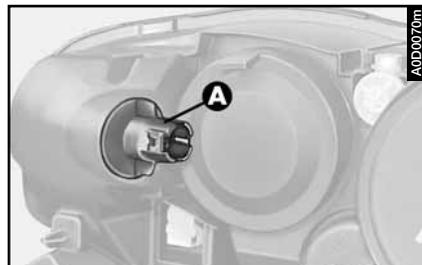

fig. 35
– Tourner dans le sens inverse des aiguilles et défilet le porte ampoule (**A- fig. 35**), sans détacher le connecteur.